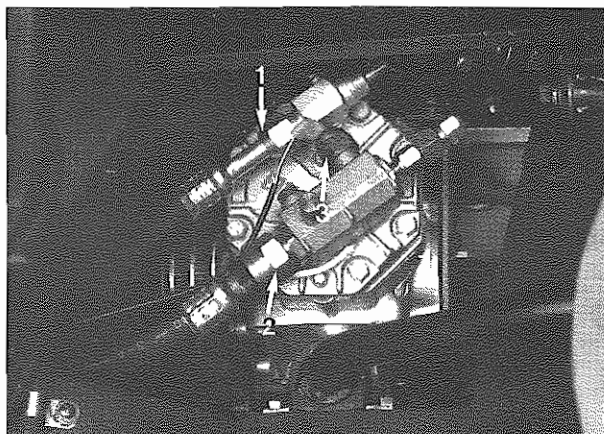

Fig. 1 - 1) Tubo mandata gas - Fluid delivery tube
- Staccare il cavo elettrico sulla valvola di by-pass 3 (**Fig. 1**).
- Disconnect electric cable on bypass valve 3 (**Fig. 1**).
- Smontare i tubi ingresso gas 1 e di uscita 2 (**Fig. 1**).
- Disassemble inlet 1 and outlet 2 tubes (**Fig. 1**).